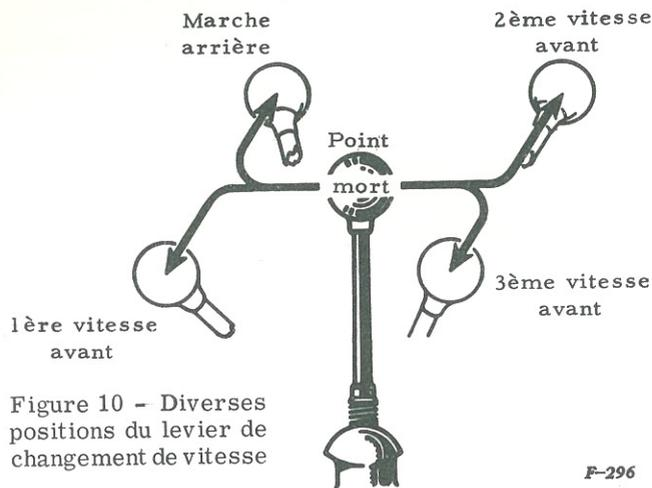

Figure 10 - Diverses positions du levier de changement de vitesse
Ce levier sert à sélectionner les divers rapports d'engrenages prévus dans la boîte de vitesses. Il y a trois vitesses avant et une vitesse arrière. Voyez figure 10.
1. Amenez le levier de changement de vitesse au point mort. Voyez figure 10.